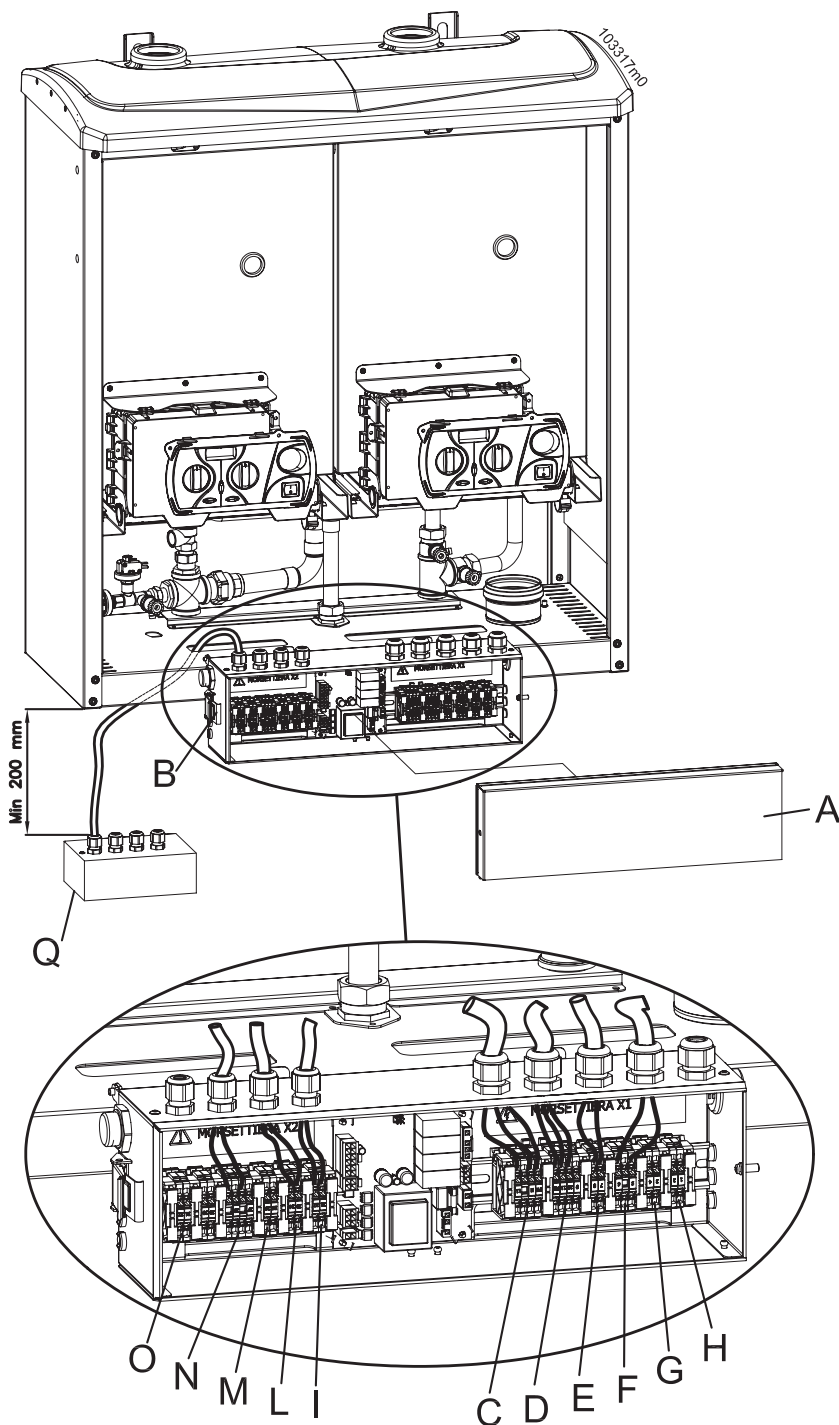
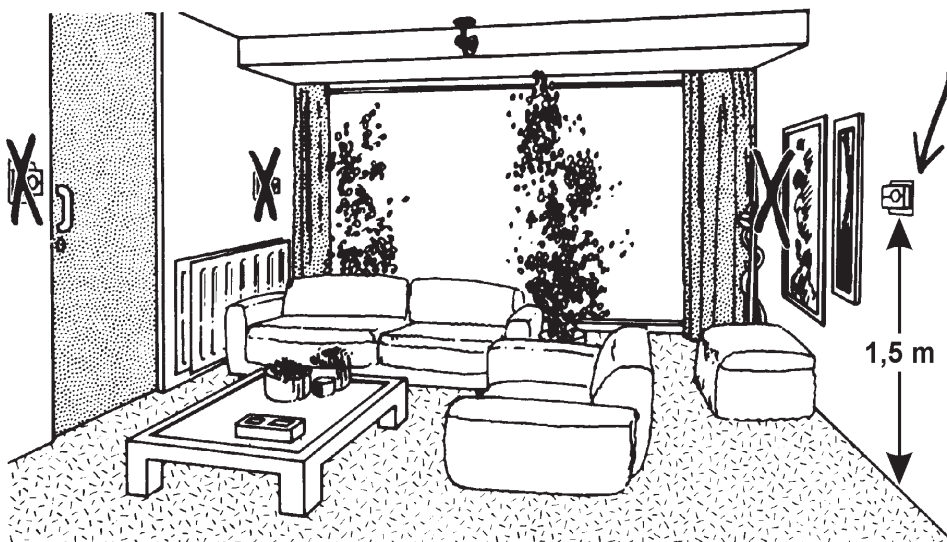

Рисунок 16 - Электрические соединения
Рисунок 18 - Правильное месторасположение комнатного термостата/хронотермостата
Для подключения питающего кабеля проследовать, как написано ниже (см.рис.16):
- провести электрический кабель "С", как показано на рис. 16;
Установить комнатный термостат в место наиболее отвечающие действительной характеристике помещения, в зоне не имеющей резких колебаний температуры, подальше от окон, дверей и воздействия внешних температур, как показано на рис. 18. Для подключения кабеля комнатного термостат проследовать как написано ниже (см.рис. 16):
- подсоединить двухполярный провод к контактам бокса "L" см.рис. 16;